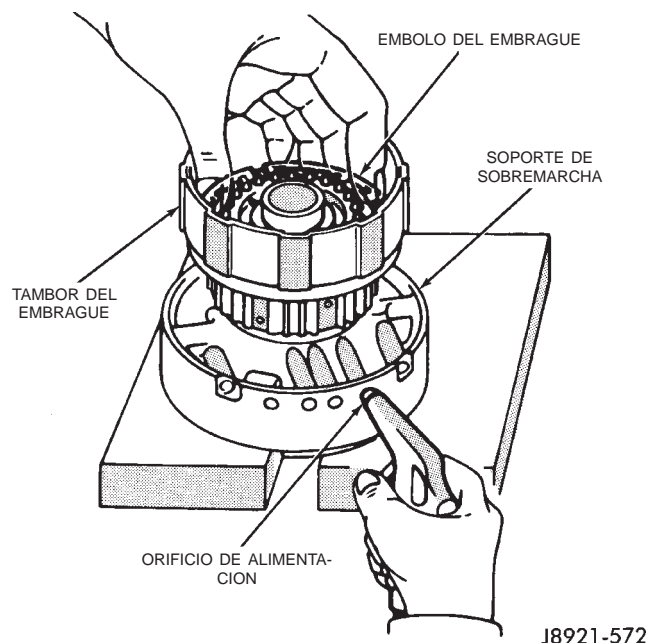

Fig. 244 Desmontaje del émbolo del embrague de marcha adelante
(14) Vuelva a instalar el tambor del embrague de marcha adelante en el soporte de sobremarcha (Fig. 244).
(15) Aplique aire comprimido a través del orificio de alimentación en el soporte para retirar el émbolo (Fig. 244). Utilice únicamente la presión de aire suficiente para extraer fácilmente el émbolo del tambor.